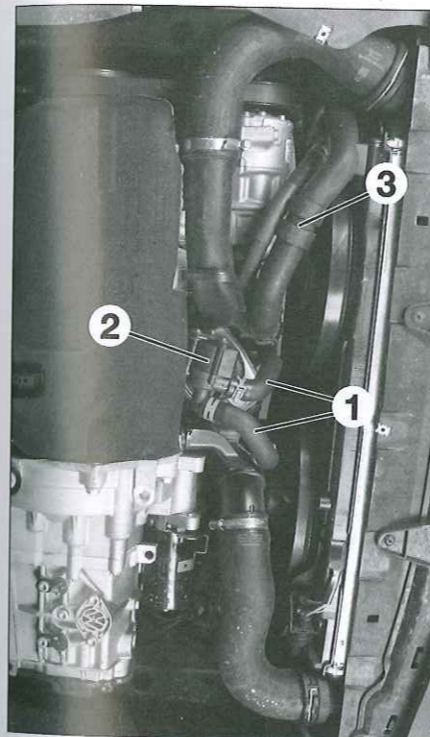

Fig. 20
- Desconectar los manguitos (1) de la bomba adicional de líquido de refrigeración (2) (Fig.20).
- Desconectar el manguito inferior (3) del radiador.